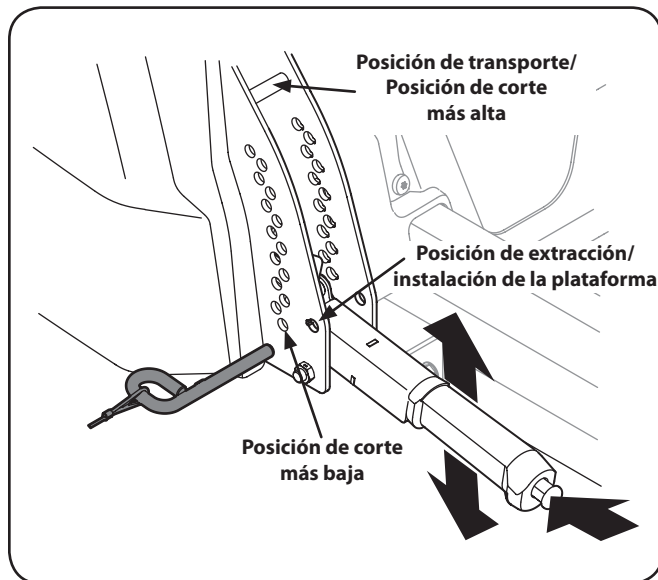

Figura 7-3
- a. Usando la manija de elevación de la plataforma, levante la plataforma a la posición que le ofrece mayor recorrido horizontal de la correa entre las poleas locas de la plataforma y la polea de la PTO en la base del motor. Vea la Figura 7-3.
- d. Baje la plataforma hasta la posición de extracción/instalación usando la manija de elevación de la plataforma. Vea la Figura 7-3.
- e. Baje la plataforma hasta la posición de extracción/instalación usando la manija de elevación de la plataforma. Vea la Figura 7-3.
- Coloque la manija de elevación de la plataforma en la posición de corte más elevada. Vea la Figura 7-3.